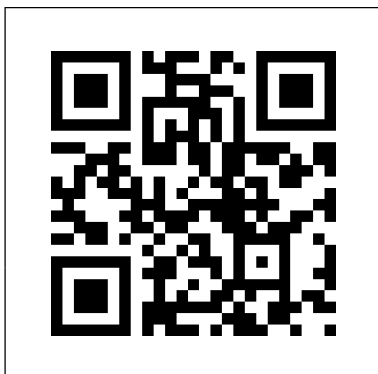

Figura 6
1. Scansionare il codice QR (Figura 6) per aprire il video. Questo video mostra come installare il dispositivo.